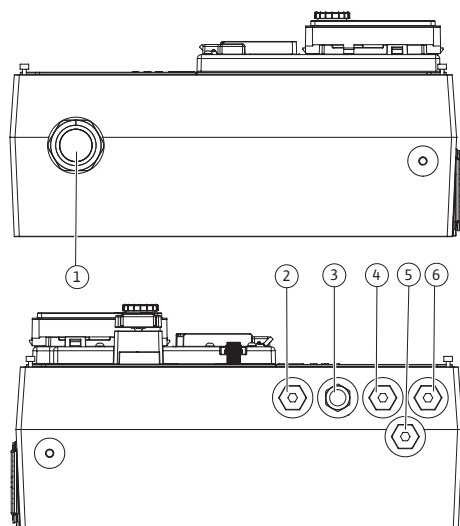

Fig. 24: Kabelforskruninger/kabelgennemføringer (11 kW ... 22 kW)
På den ene side af elektronikmodulet (Fig. 24) er der fem kabelgennemføringer til terminalboksen. Kabelgennemføringen til spændingsforsyningen er placeret på den anden side. Spændingsforsyningen til den elektriske ventilator på elektronikmodulet er placeret indeni og er installeret fra fabrikkens side.
Før tilslutningskablet gennem M40-kabelforskrningen (Fig. 24, pos. 4, ved 11 kW ... 22 kW).